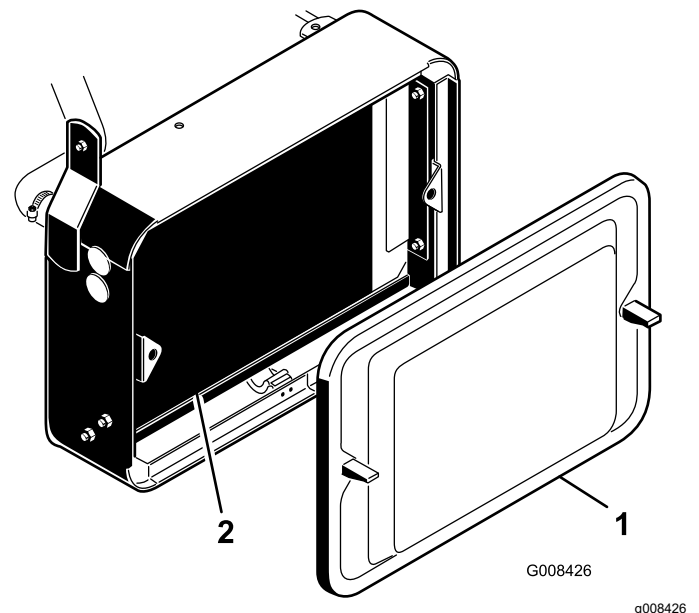

Figura 44
1. Rimuovete la griglia del radiatore (Figura 44).